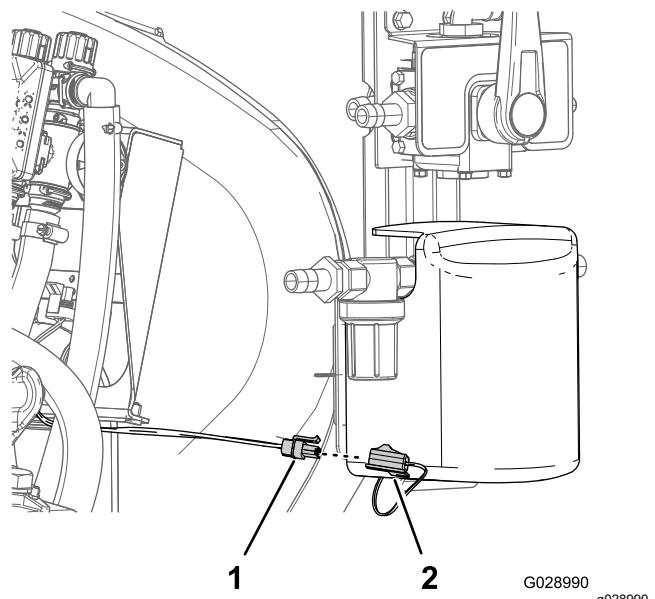

Bild 30
1. Richten Sie den 2-Buchsen-Stecker des Kabelbaums für die Maschine entsprechend dem 2-Stift-Stecker für die Spülumppe aus (Bild 30).
2. Drücken Sie die beiden Anschlussteile zusammen, bis der Anschluss mit den 2 Stiftlöchern sicher einrastet (Bild 30).